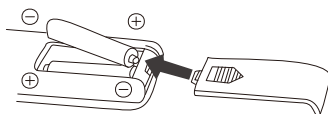

Abb. 2
- 2 Legen Sie die Batterien wie in Abb. 2 gezeigt polrichtig ein.